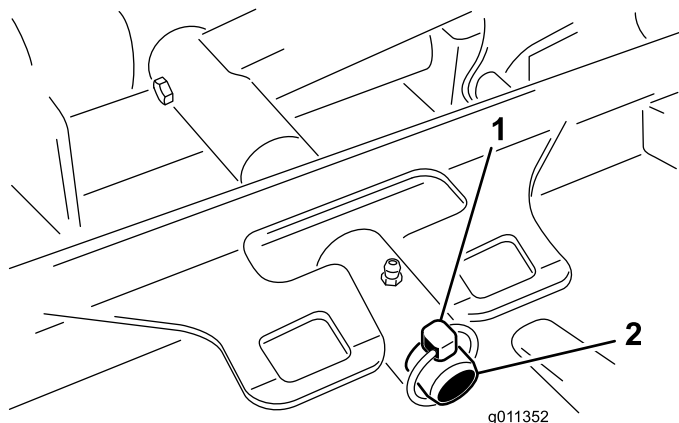

Figura 86
3. Demontujte pojistný kolík (stroje Groundsmaster 4500) nebo přídržnou matici (stroje Groundsmaster 4700) upevňující nosný rám žací jednotky k otočnému čepu zvedacího ramene (Figura 86).
2. Nasuňte nosný rám žací jednotky na otočný čep zvedacího ramene (Figura 86). Zajistěte